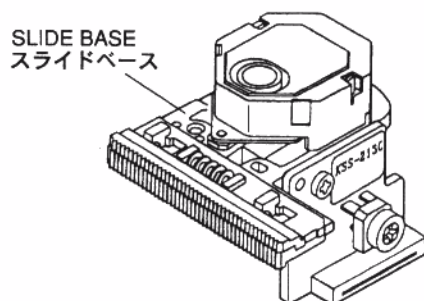

Fig. 3-1
(Fig. 3-1)
- ピックアップ ASSY の取り扱いは、スライドベースを持って行ってください。(Fig. 3-1)